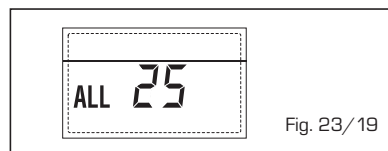

Fig. 23/19
- ANOMALIE PANNE SONDE CHAUFFE-EAU SOLAIRE S3 "ALL 26" (fig. 23/20)